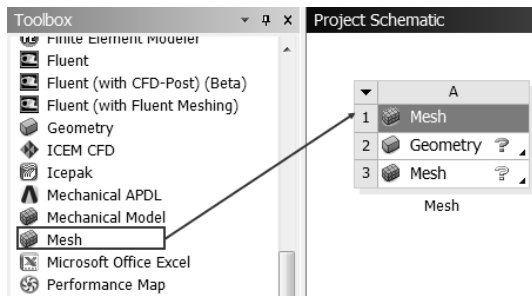

图 3-73 创建分析项目 A
Step2：双击主界面 Toolbox（工具箱）中的 Component Systems Mesh（网格）命令，即可在 Project Schematic（项目管理区）创建分析项目 A，如图 3-73 所示。